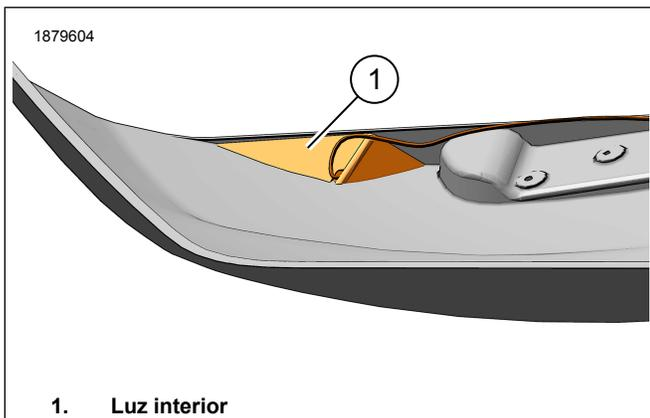

Figura 6. Luz interior para alforjas, izquierda
7. Figura 6 Asegúrese de que la luz interior (1) quepa e instálela.